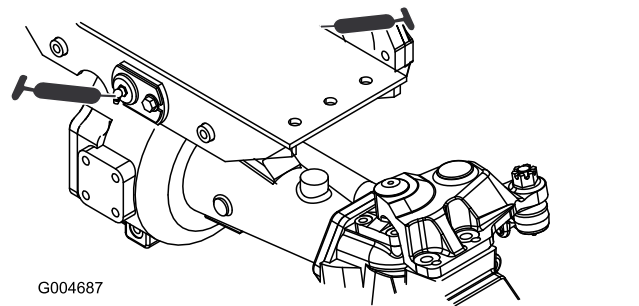

Figura 40
- Casquillos de los pivotes de los ejes delantero y trasero (2) (Figura 40)